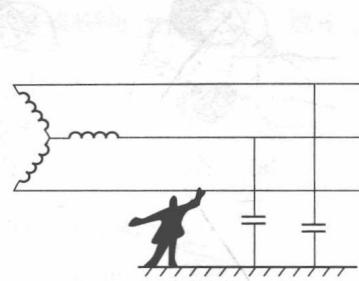

图 1-4 三相三线制触电
② 三相三线制单相触电。输电线路与大地均属导体。因此，二者间存在电容，当人体某部位接触火线时，人体、大地、导体对地电容构成环路，引起触电事故，三相三线制单相触电如图 1-4 所示。这种触电方式，环路电流与对地电容大小有关。导线越长，接地电容越大，对人体的危害越大。